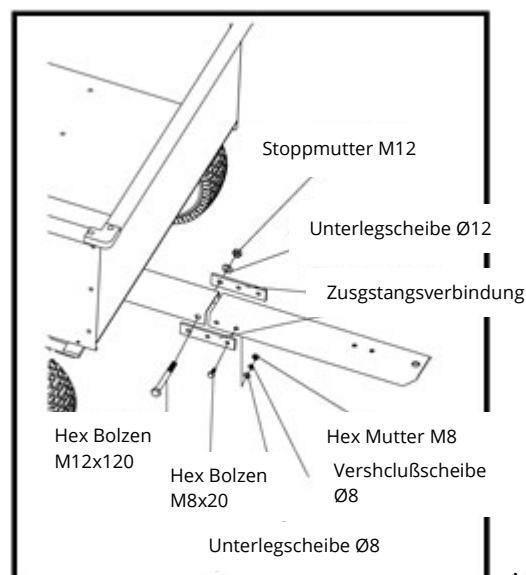

Abbildung 14
26. Nun müssen die beiden Zugstangenverbindungen mit vier M8x20-Hex-Bolzen, Ø8-Verschlussscheiben, Ø8-Unterlegscheiben und M8-Hex-Mutter am vorderen Teil des Anhängerbeschlags befestigt werden. Noch nicht festziehen. Siehe Abbildung 14.
sich der vordere Teil noch nach oben und unten bewegen kann. Die vier M8x20-Bolzen aus dem Schritt 26 werden festgezogen, wenn alle Teile richtig angebracht worden sind. Siehe Abbildung 14.